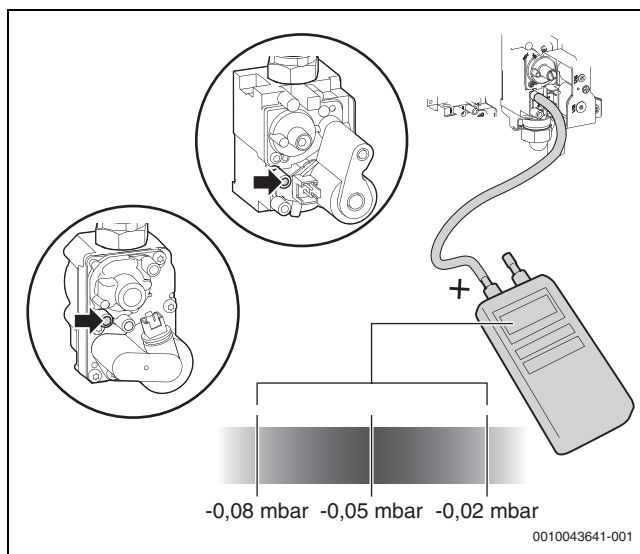

Рис. 13 Измерение разности давлений
- ▶ Откройте винт для измерения разности давлений газового клапана (→ рис. 13).
- ▶ Измерьте разность давлений газового клапана (→ рис. 13). Оптимальная разность давлений составляет -0,05 мбар.